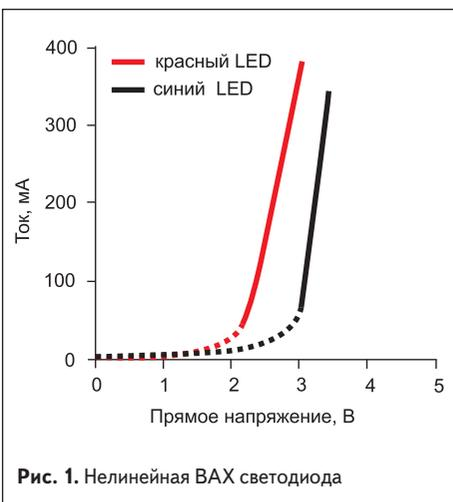
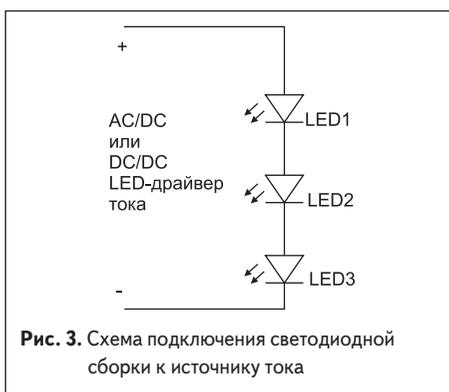

Рис. 1. Нелинейная ВАХ светодиода
Рис. 3. Схема подключения светодиодной сборки к источнику тока
Напомним, что светодиод — это нелинейный элемент (рис. 1), и его параметры зависят от ряда факторов, которые будут перечислены далее [1].
- Для создания более «комфортного» для светодиодов режима работы рекомендуется запитывать их от источника тока (рис. 3).
Светодиоды рекомендуется питать постоянным током, потому что в рабочем режиме ток у них экспоненциально зависит от напряжения (рис. 1), и даже незначительные изменения напряжения приведут к большим изменениям тока. Превышение допустимого значения прямого тока приводит к перегреву и, как следствие, к сокращению срока службы светодиода по причине деградации излучающих характеристик кристалла. Поэтому схемы на рис. 3 и 4 наиболее корректны.
- Еще один простой вариант — без применения дополнительных схем, но с применением нестандартных LED-драйверов с высоким выходным напряжением. Так, например, последовательное соединение светодиодных сборок (рис. 3). При этом снижается надежность и возникают трудности в поиске LED-драйверов на высокие выходные напряжения.